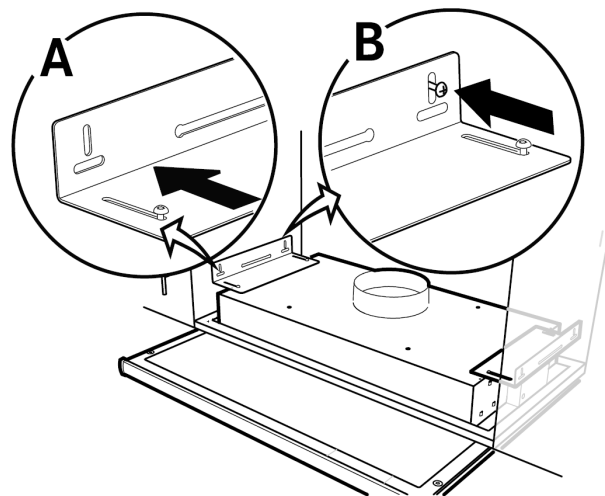

Bild 25 Montage mit Halterungen
2. Befestigen Sie die Halterungen so weit wie möglich in der Dunstabzugshaube. Setzen Sie die Dunstabzugshaube in das Loch im Schrankboden ein. Herausziehen (Abbildung 25, Pos. A) und verwenden Sie Schrauben, um die Halterungen an den Seiten des Schrankes zu befestigen (Abbildung 25, Pos. B). Ziehen Sie die Halterungen in der Dunstabzugshaube fest.